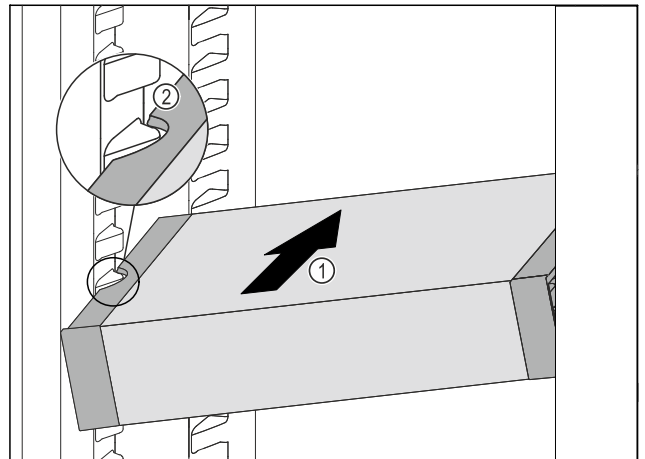

Fig. 52
- Introduzca el VarioSafe en posición oblicua en el compartimento del refrigerador Fig. 52 (1) hasta que los huecos laterales Fig. 52 (2) del VarioSafe se encuentren a la altura de la nervadura del recipiente en el compartimento frigorífico.